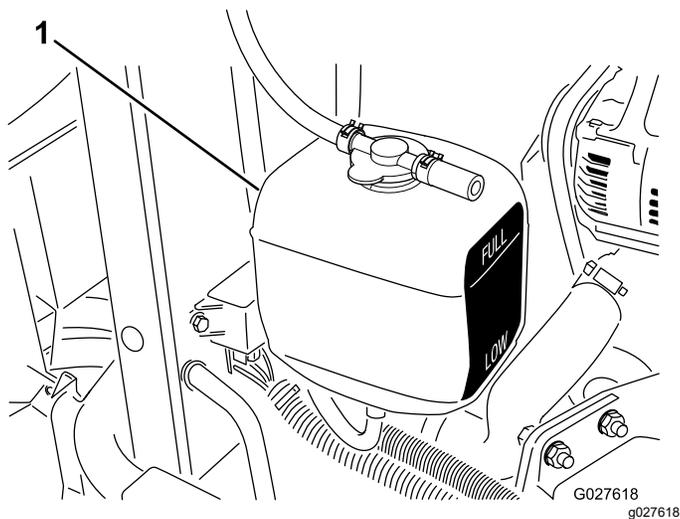

Figura 80
3. Compruebe el nivel de refrigerante del depósito de expansión (Figura 80).